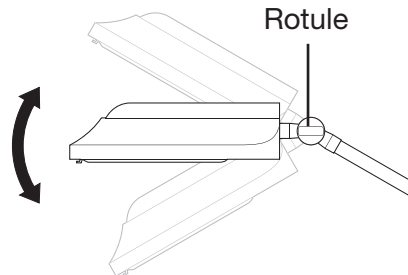

Fig. 5
3. Pour régler l'angle de la tête de la lampe vers le haut ou le bas, tournez la rotule vers la gauche et placez la tête à l'angle désiré puis serrez fermement la rotule (Fig. 5).